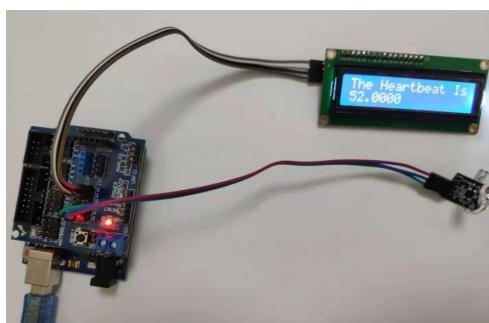

图 30.2: 实验接线图
- (1) 按照如图30.2所示的方式完成接线；
- (2) 打开 Arduino IDE，输入程序；
- (3) 检查无误后上传程序；
- (4) 将手指放在红外线发射器和红外光敏三极管之间后，观察 LCD 显示屏上的数据。